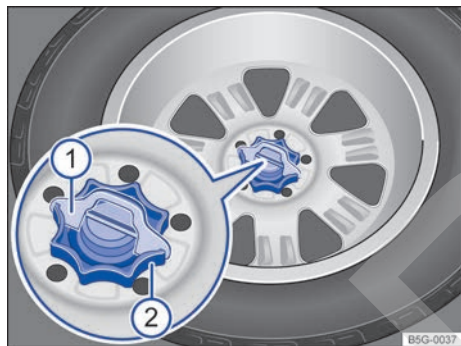

Fig. 170 En el maletero: ruedecilla para fijar la rueda de repuesto.
- Desenrosque por completo la ruedecilla central que sujeta la rueda de repuesto → fig. 170 ②, en el sentido contrario al de las agujas del reloj, y extraiga la rueda.